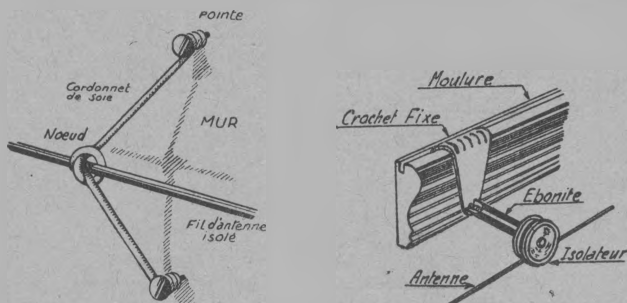

Fig. 14. — Fixation d'antenne d'intérieur par ponts de soie et crochets.
soie ou en caoutchouc (fig. 14). En passant, signalons que le fil ordinaire sera très avantageusement remplacé par du fil divisé (*litzendraht*), qu'on trouve actuellement partout (1).
(1) Voir également le chapitre *Du neuf avec du vieux*.